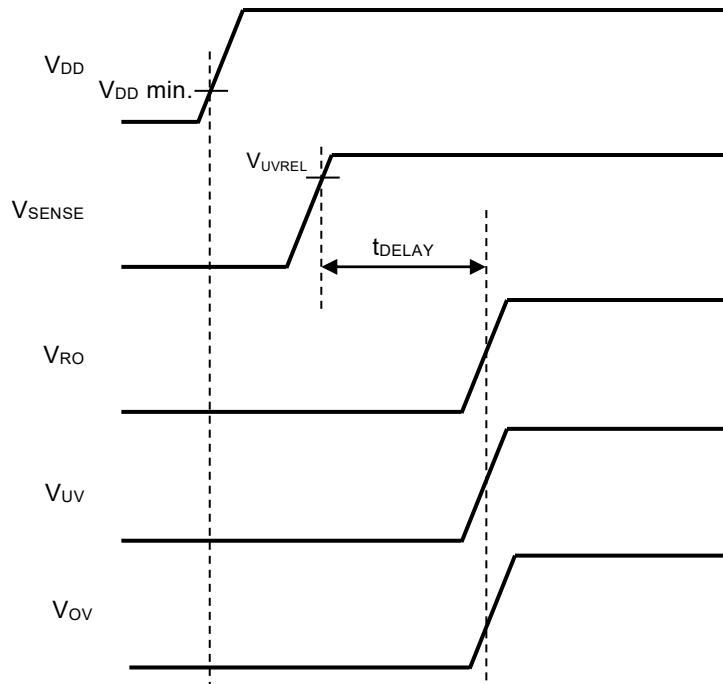

図41
- (1) VDD端子、SENSE端子の順番 (図41参照)
- (2) VDD端子、SENSE端子同時